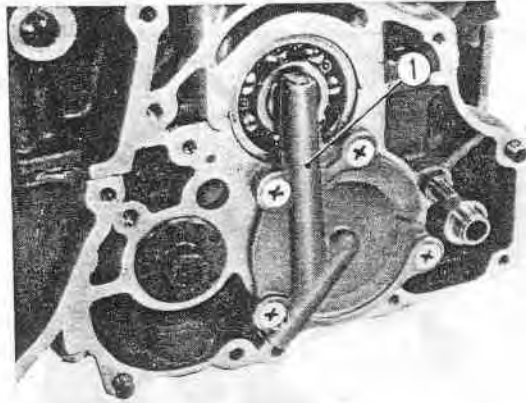

Fig. 3-72 ① Support de roulement d'arbre secondaire
11. Enlever le support de roulement d'arbre secondaire. (Fig. 3-72)